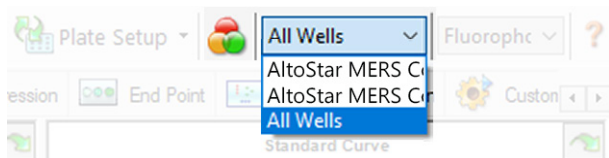

Figure 4: Bouton Well Group (Groupe de puits) et menu déroulant Well Group (Groupe de puits)
Dans la fenêtre Data Analysis (Analyse des données), veillez à sélectionner le **Well Group** (Groupe de puits) respectif du kit AltoStar® MERS-CoV RT-PCR Kit 1.5. Pour cela, cliquez sur le menu déroulant **Well Group** (Groupe de puits) à droite en regard du bouton **Well Group** (Groupe de puits) (voir la figure 4) sur la barre d'outils. N'utilisez pas le **Well Group** (Groupe de puits) *All Wells* (Tous les puits). La sélection de la figure 4 est utilisée comme vue d'exemple général.
1. Dans la fenêtre Data Analysis (Analyse des données), veillez à sélectionner le **Well Group** (Groupe de puits) du kit AltoStar® MERS-CoV RT-PCR Kit 1.5. Pour cela, cliquez sur le menu déroulant **Well Group** (Groupe de puits) à droite en regard du bouton **Well Group** (Groupe de puits) (voir la figure 4) sur la barre d'outils.
1. Dans la fenêtre Data Analysis (Analyse des données), veillez à sélectionner le **Well Group** (Groupe de puits) respectif du kit AltoStar® MERS-CoV RT-PCR Kit 1.5. Pour cela, cliquez sur le menu déroulant **Well Group** (Groupe de puits) à droite en regard du bouton **Well Group** (Groupe de puits) (voir la figure 4) sur la barre d'outils.